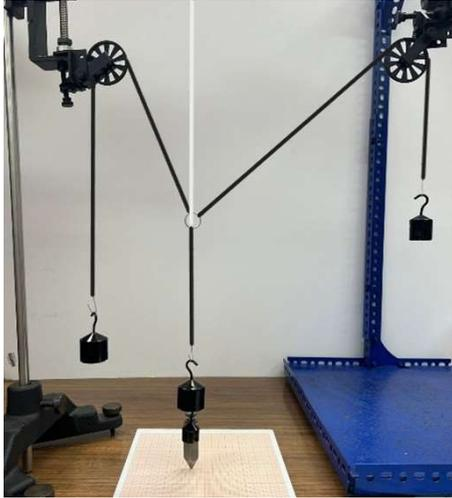

Figura 5
5.2 Con ayuda de una plomada y de un flexómetro, determine las coordenadas de dos puntos de cada una de las porciones inclinadas de ambas cuerdas en el plano que las contiene (plano vertical). Uno de esos puntos será el punto central. Para este fin, coloque una hoja en la mesa para establecer las coordenadas del nodo central, procurando colocar el hilo de la plomada justo debajo del centro de las pesas que cuelgan de la cuerda central y proyecte de la misma forma los otros dos puntos faltantes sobre la hoja. Ver Figura 5 y 6.